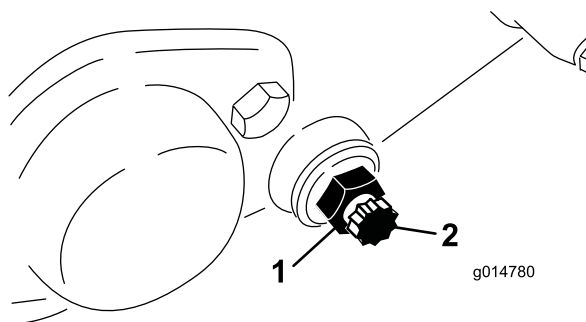

Figura 62
3. En cada lado de la máquina, afloje la contratuerca que fija el perno de la barra de asiento (Figura 62).
4. Retire cada perno, para poder tirar de la barra hacia abajo y retirarla de la máquina. Guarde las 2 arandelas de nylon y las 2 arandelas de acero troqueladas de cada extremo de la barra de asiento (Figura 62).